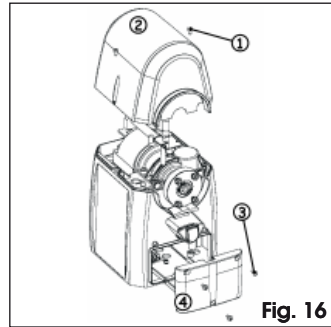

Fig. 16
1. Draai de twee bevestigingsschroeven van de bovenkant van de behuizing los, Fig. 16 ref. ①, en verwijder de behuizing, Fig. 16 ref. ②.
2. Draai de drie schroeven los, Fig. 16 ref. ③, waarmee het deksel van de kaart wordt afgesloten, Fig. 16 ref. ④.